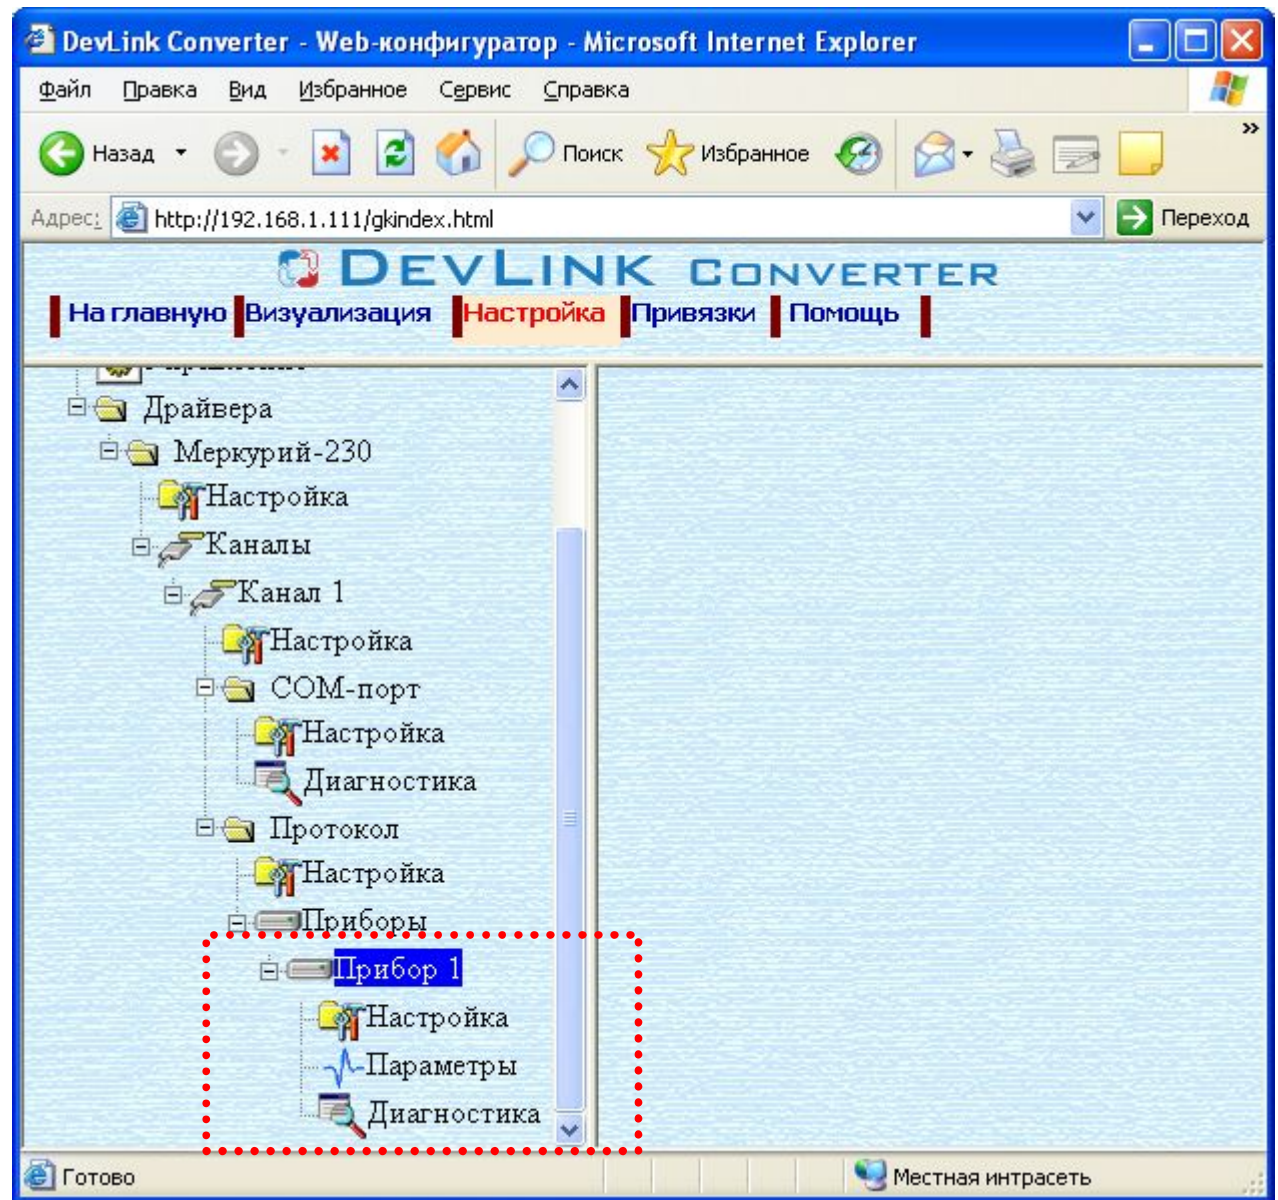

Рисунок 3.6 – Поддерево нового прибора в канале драйвера
- Нажмите на *нужную кнопку*. В результате будет произведено добавление нового устройства в канал. Дерево объектов будет обновлено. Папка «Приборы» канала драйвера должна содержать поддерево нового прибора (рисунок 3.6).